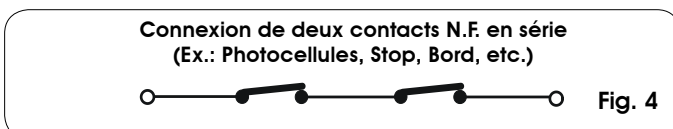

Fig. 4
**N.B. Si deux ou plusieurs dispositifs de sécurité ont la même fonction (ouverture, fermeture, ouverture et fermeture, bord), il faut connecter les contacts en série entre eux (fig. 4).**
Les **Sécurités d'ouverture**, si elles sont engagées avec le portail fermé, empêchent le mouvement d'ouverture. Pour installer plusieurs dispositifs de sécurité, connecter les contacts N.F. en série (fig. 4).
**FSW CL - Contact des sécurités en fermeture (borne 4):** La fonction des sécurités en fermeture est de protéger la zone concernée par le mouvement du portail durant la phase de fermeture. Dans les logiques **A-AP-S-E-EP**, durant la phase de fermeture, les sécurités invertissent le mouvement du portail, ou bien arrêtent et invertissent le mouvement à leur désengagement (voir programmation avancée Chap. 5.2.). Dans les logiques **B,C** et **B/C**, durant le cycle de fermeture elles interrompent le mouvement. Elles n'interviennent jamais durant le cycle d'ouverture. Les **Sécurités de fermeture**, si elles sont engagées avec le portail ouvert, empêchent le mouvement de fermeture. Pour installer plusieurs dispositifs de sécurité, connecter les contacts N.F. en série (fig. 4).
Pour installer plusieurs dispositifs de STOP, connecter les contacts N.F. en série (fig. 4).
Pour installer plusieurs dispositifs de sécurité, connecter les contacts N.F. en série (fig. 4).